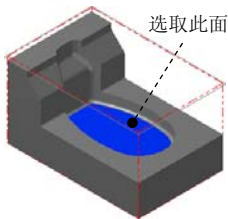

图 3.21 选取加工面
(1) 在图形区中选取图 3.21 所示的面，然后按 Enter 键，系统弹出“刀具路径的曲面选取”对话框。